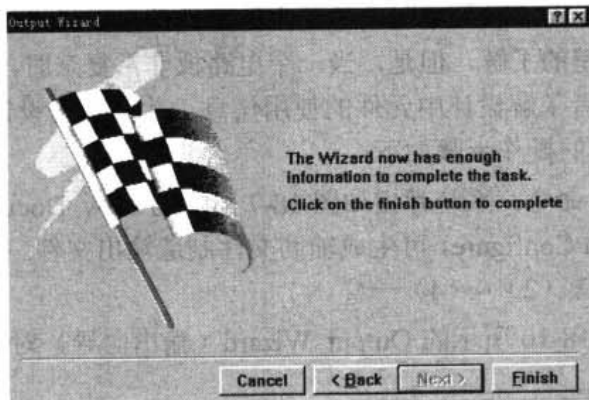

图 18-13 完成 NC 钻孔文件的创建
- (7) 单击 Finish 按钮，完成 NC 钻孔文件的创建，或者单击 Next 按钮，弹出如图 18-13 所示对话框，再单击 Finish 按钮，完成 NC 钻孔文件的创建。系统默认文件的名称，即为 CAMManager1.cam。